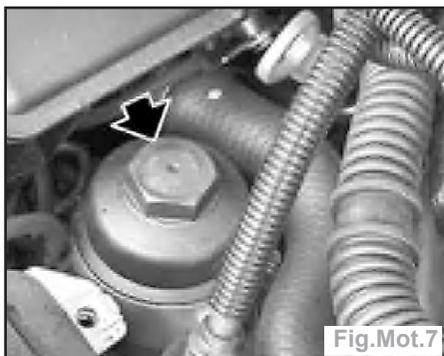

Fig.Mot.7
- Dévisser le couvercle du filtre et le décaler vers le haut (Fig.Mot.7).